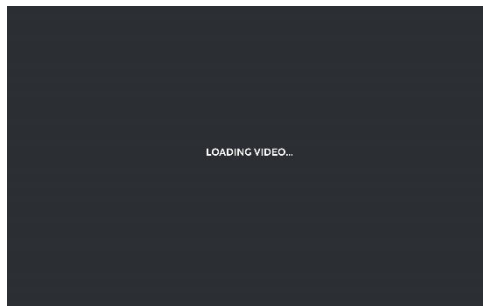

Fig. 1
1. Allumez le SCRUB R3 et notez l'écran 'LOADING VIDEO' sur l'écran LCD (Fig. 1).